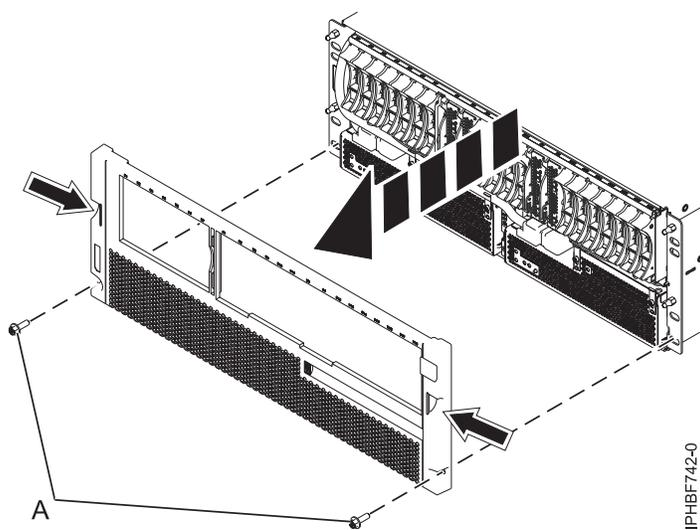

Figure 7. Retrait du support des informations de maintenance et du panneau.
- 1) Retirez les deux vis de fixations M5 (A) comme indiqué sur la figure 7.